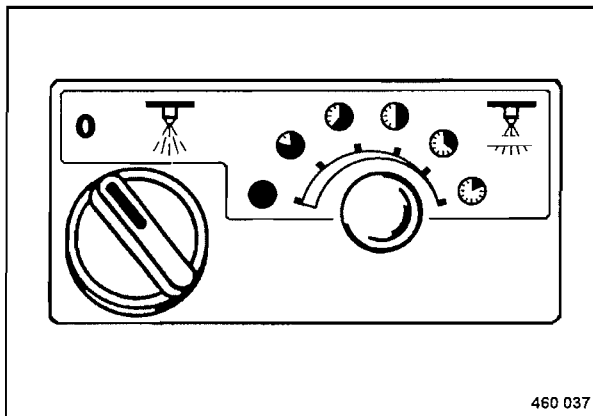

Fig. 57
- Interruptor giratorio para rociado (Fig. 57)